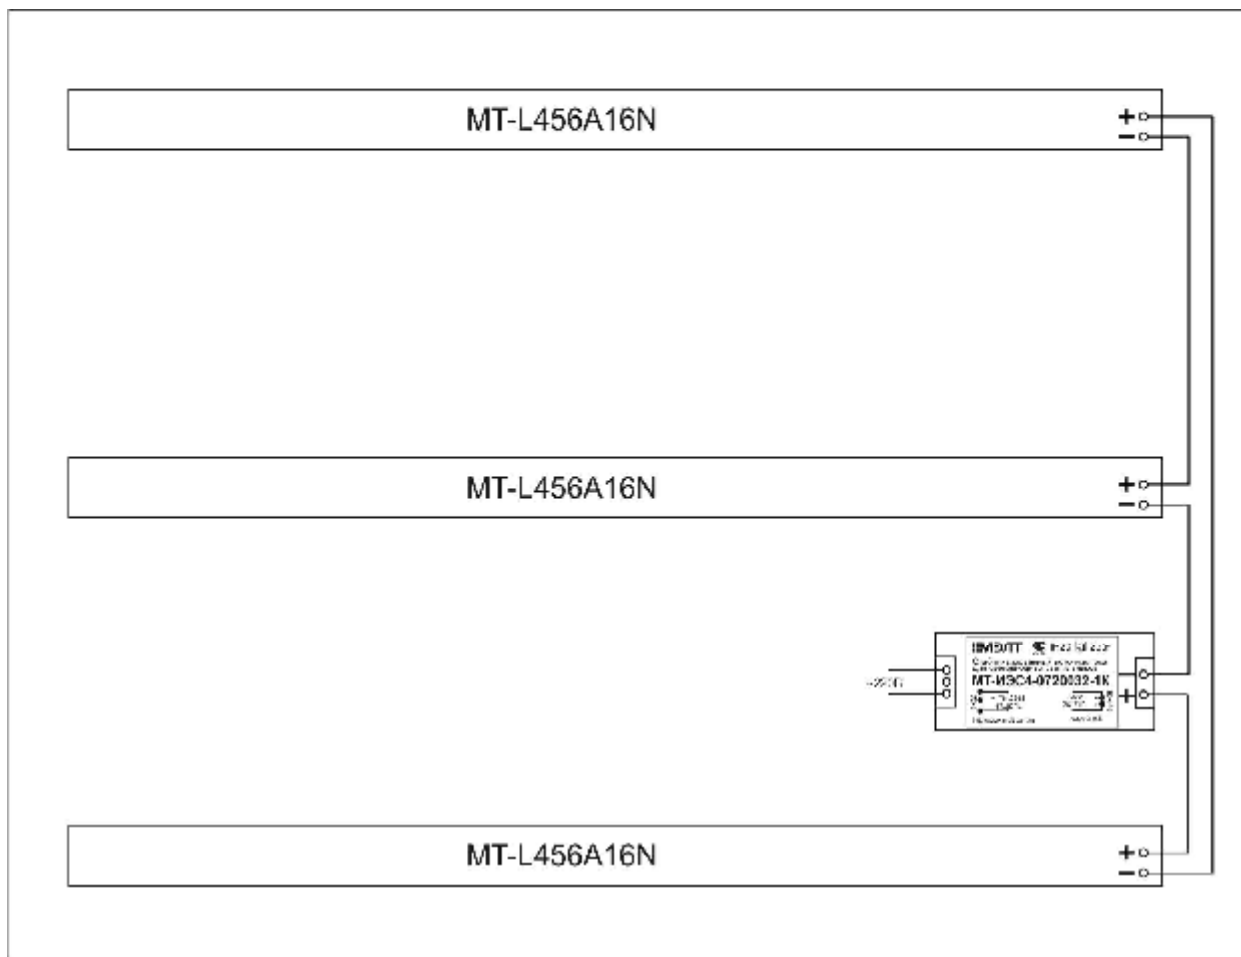

Рисунок 1.
6. Соединить светодиодные линейки проводами по схеме соединения линеек и источника тока (рис.1)